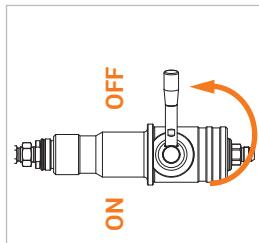

Figure 13
- ▶ Tournez le levier de commande (Pos. 3) du nozzle de ravitaillement de 180° en position OFF (*Figure 13*).